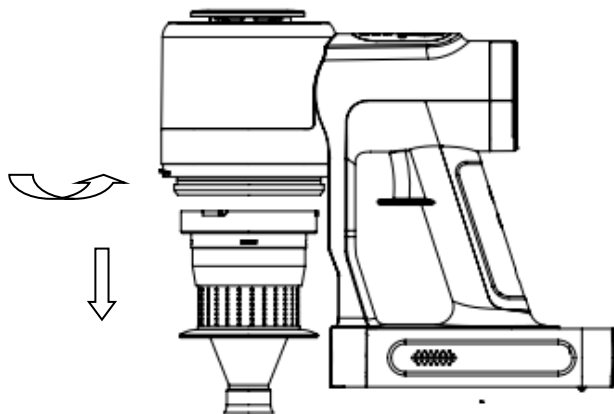

Fig. 16
- b) Estrarre il filtro come nella fig. 16 e pulirlo o sostituirlo.